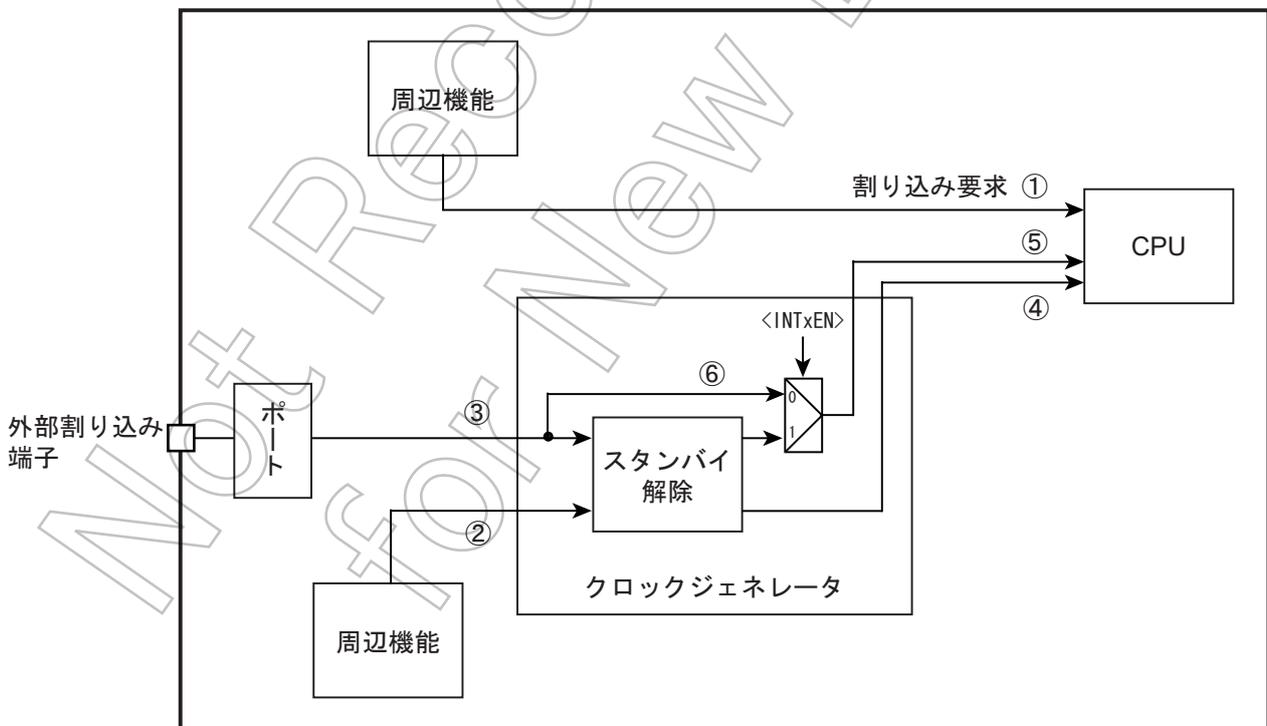

図 11-1 割り込みの経路
割り込み要求の経路を図 11-1 に示します。
外部割り込み端子からの入力信号は、入力ディセーブル( $PxIE < PxIE > = "0"$ )の場合 "High" となります。また、外部割り込みをスタンバイ解除要因として使用しない場合（「図 11-1 割り込みの経路」の⑥の経路）、外部割り込み端子からの入力信号がそのまま CPU に伝わります。CPU は "High" 入力を割り込みとして認識しますので、入力ディセーブルのまま CPU で該当する割り込みを有効にすると割り込みが発生します。